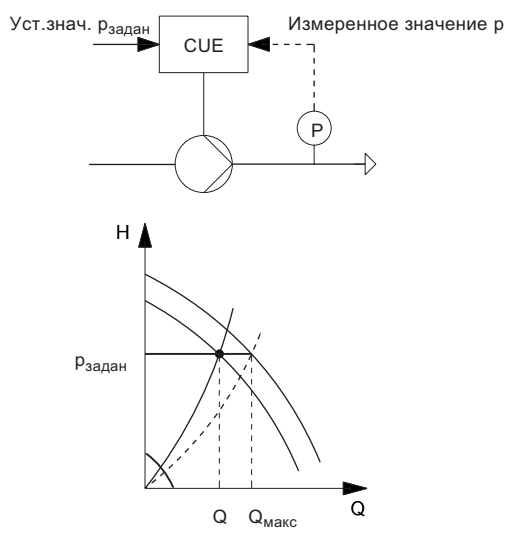

Рис. 21 Управление по постоянному давлению
ПИД-регулятор сравнивает требуемое установленное значение ($p_{\text{задан}}$) с фактическим значением (p), измеренным датчиком (P) (см. рис. 21).